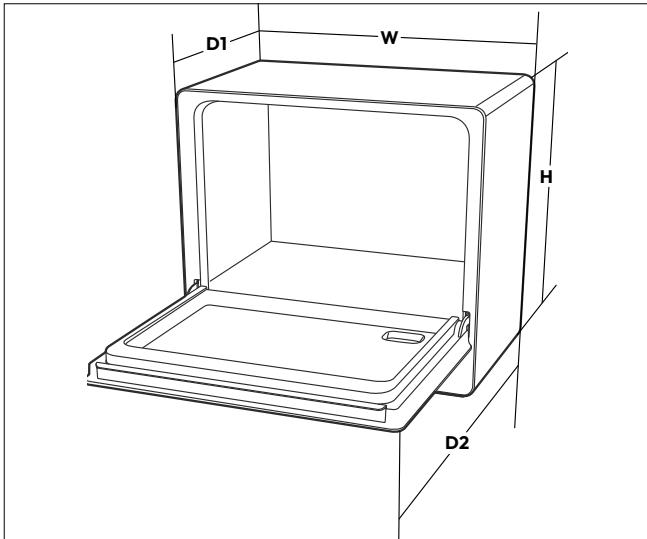

Fig. 7 – Dimensiones del aparato
- Tenga en cuenta las dimensiones del aparato al instalarlo (véase Fig. 7):